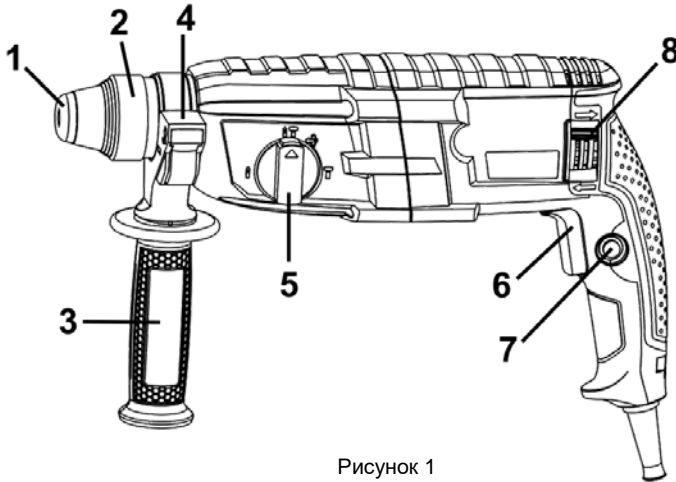

Рисунок 1
2.2.1 Виріб має несучий пластиковий корпус з вмонтованим електричним колекторним двигуном, редуктором з пневматичним ударним механізмом, на вихідному валу якого встановлюється патрон **SDS-Plus** (2) для закріплення змінних робочих інструментів з циліндричними хвостовиками системи SDS-Plus, згідно рис. 1. Корпус одночасно вміщує органи керування режимами інструменту, шнур живлення від мережі змінного однофазного струму та має опорну поверхню для встановлення передньої рукоятки (3) з можливістю фіксованого позиціонування навколо подовжньої осі виробу.
**4.1** Виберіть необхідний режим роботи виробу за допомогою перемикача (5) (див. рисунок 1, таблицю 1). При необхідності встановлення свердильного патрона – встановіть його в патрон SDS-plus через адаптер.
**4.2** Для увімкнення виробу натисніть на курковий важіль перемикача (6) (рис.1). Для відключення виробу слід курок відпустити.